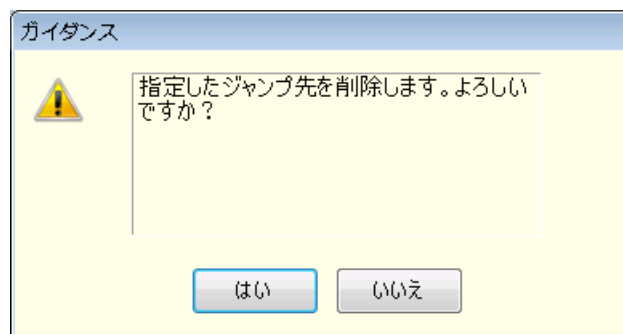

図6-7 ステップ削除の確認ダイアログ
- ジャンプ先やブランチステップに設定されているステップを削除した場合は，図 6-7 のようなダイアログが表示されます。**はい**を選択するとステップが削除され，ジャンプ先やブランチステップは，ステップ番号 0 に自動更新されます。**いいえ**を選択すると，ステップの削除はキャンセルされます。